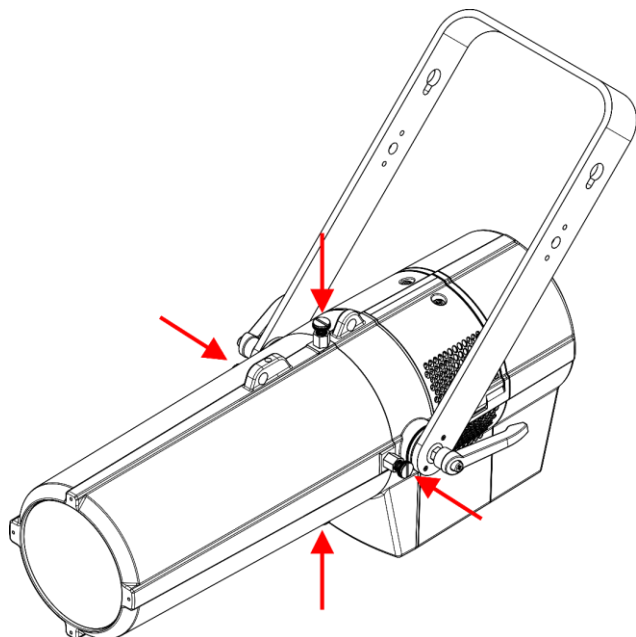
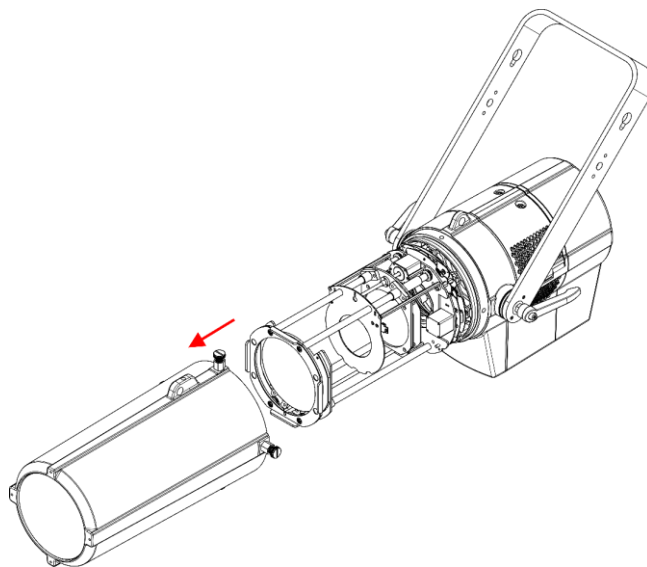

Fig. 07
Fig. 08
01) Allentare le 4 viti di montaggio del coperchio (Fig. 07) e togliere il coperchio (Fig. 08).